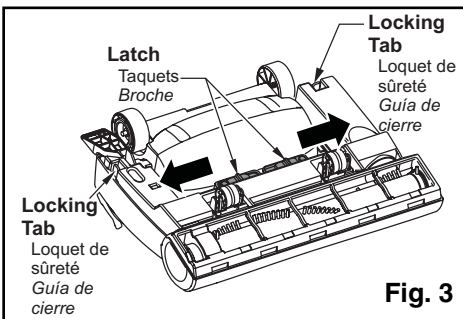

Fig. 3
- Tourner la plaque inférieure jusqu'à ce que les loquets s'enclenchent, puis pousser les deux (2) taquets vers l'extérieur (Fig 3).
- Apriete la placa inferior hasta que las lengüetas de cierre estén bien instaladas y luego empuje hacia afuera los dos (2) pestillos (Fig 3).
- **Rotate lower plate until locking tabs snap into place then push the two (2) latches outward. (Fig. 3)**